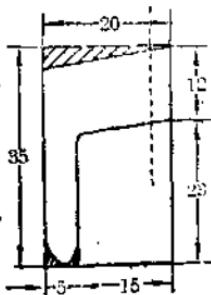

图 5
2. 机头、机身：用 $35 \times 20 \times 6$ 〔毫米〕3的木块，照图5制成